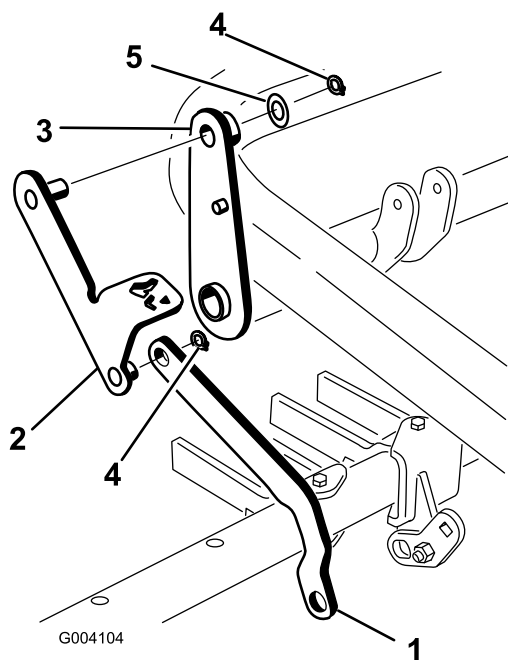

Рисунок 15
3. Наденьте конец звена навесного бруса на короткую стойку узла рычага педали и закрепите его стопорным кольцом (Рисунок 15).
4. Вставьте стойку на другом конце узла рычага педали через верхнюю часть узла рычага и закрепите его шайбой (7/8 дюйма) и стопорным кольцом (Рисунок 15).